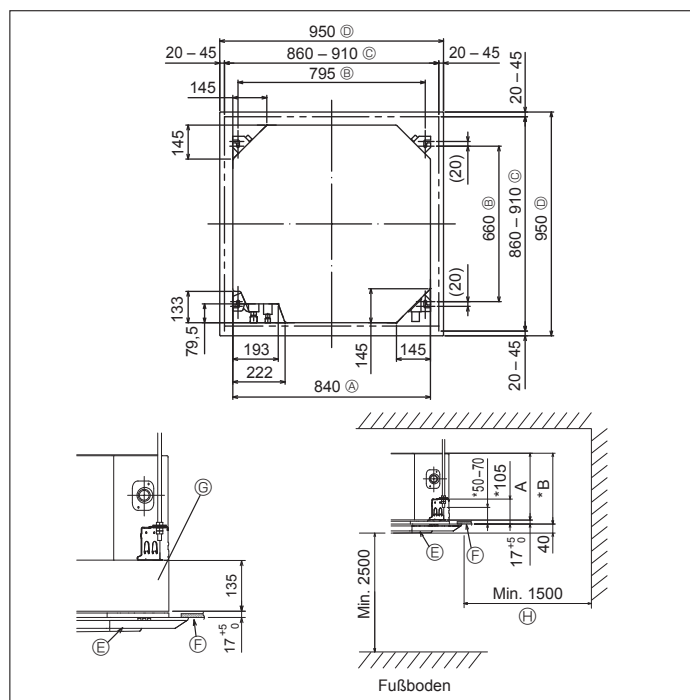

Fig. 3-2
④	Kabelbinder (groß)	8
⑤	Kabelbinder (klein)	1
⑥	Ablaßmuffe	1
⑦	Isolierung	1
⑧	Konusmutter 1/4 F (RP60)	1
3.2. Lage der Öffnungen in der Decke und der Befestigungsschrauben für die Aufhängung (Fig. 3-2)
- Die Abmessungen der Deckenöffnung können innerhalb des in Fig. 3-2 dargestellten Bereichs angepaßt werden. Deshalb ist die Hauptanlage in der Deckenöffnung zu zentrieren und sicherzustellen, daß die jeweils gegenüberliegenden Seiten überall den gleichen Abstand aufweisen.